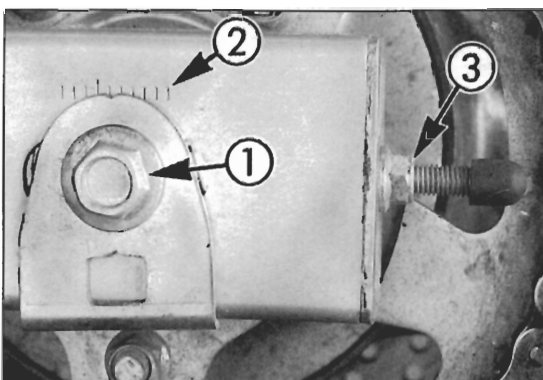

Bild 58
- Achsmutter ① Bild 58 lockern. Splint ③ Bild 325 Seite 95 entfernen und Mutter lockern.
- Gegenmuttern lösen und Einstellschrauben ③ auf beiden Seiten um gleiche Anzahl von Umdrehungen weiterstellen, bis Kette korrekten Durchhang erreicht.
- 🛠 Einstellmarkierungen links und rechts müssen mit gleicher Bezugsmarke ② der Schwinge fluchten.